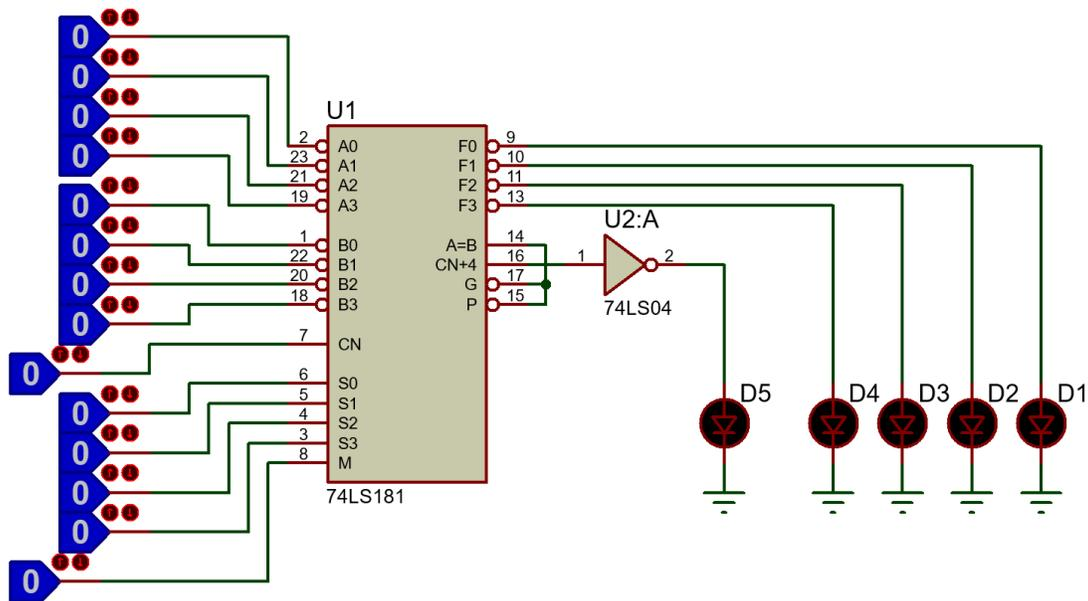

Figura 1.14. Simulación de circuitos digitales.
20. Armar el circuito de la figura 1.14, utilizando los siguientes componentes buscándolos en el menú de dispositivos (botón *P*) y agregarlos al listado de componentes.